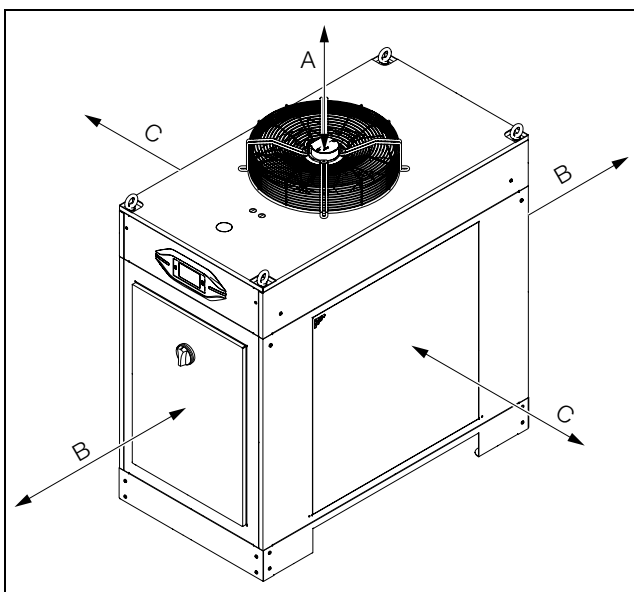

Imagen 19: Distancias mínimas
- La abertura situada en la parte superior de la chiller debe mantenerse libre para no obstaculizar la salida del aire caliente (ver imagen 19). Para facilitar la conexión de las conducciones de alimentación, así como las tareas de mantenimiento y reparación deberían mantenerse las distancias mínimas indicadas en la imagen 19.
- También para evitar un «cortocircuito» (mezcla de aire de entrada y salida) y garantizar la máxima potencia de refrigeración deben mantenerse las distancias mínimas indicadas en la imagen 19.